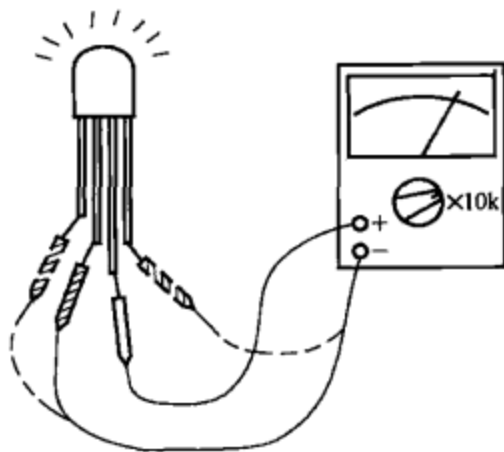

图 3-61
(1) 检测共阴极 4 引脚三色发光二极管的方法如图 3-61 所示, 红表笔接公共负极③脚, 黑表笔分别接其余 3 只引脚, 发光二极管应分别有不同颜色的发光亮点, 同时表针指示发光二极管的正向电阻。